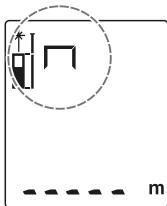

Fig. 10 – medición del ancho
- 3 – En la figura del rectángulo que representa medición de área, quedará pulsando en el visualizador una línea horizontal, de acuerdo a lo que muestra la Fig. 10;